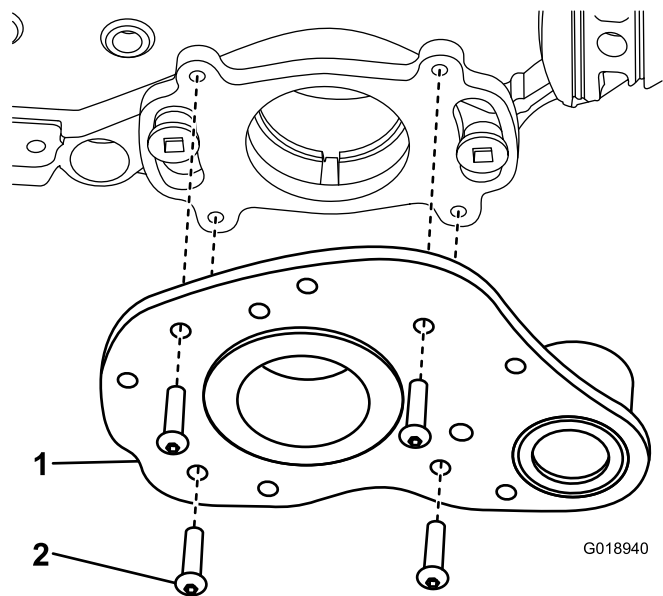

图31
- 卸下将疏草刀驱动组件固定至后安装板的 4 个螺丝 图31。